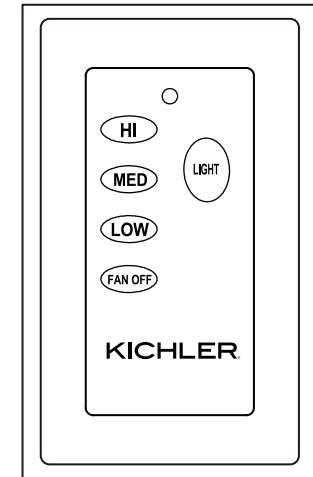

Fig. 18
- Botón de luz = el botón "LIGHT" enciende o apaga la luz y también controla la configuración del brillo. (Fig. 18)